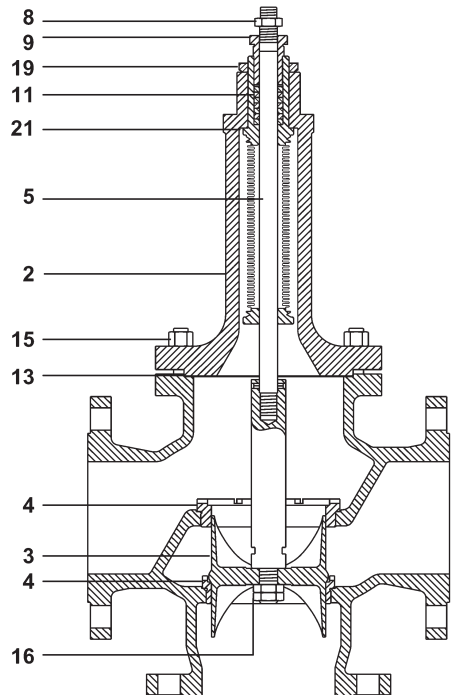

Fig. 10 - Valvola miscelatrice
4.3.2 Procedura per sostituire il gruppo soffietto-stelo, otturatore e sedi delle valvole miscelatrici (Fig. 10)